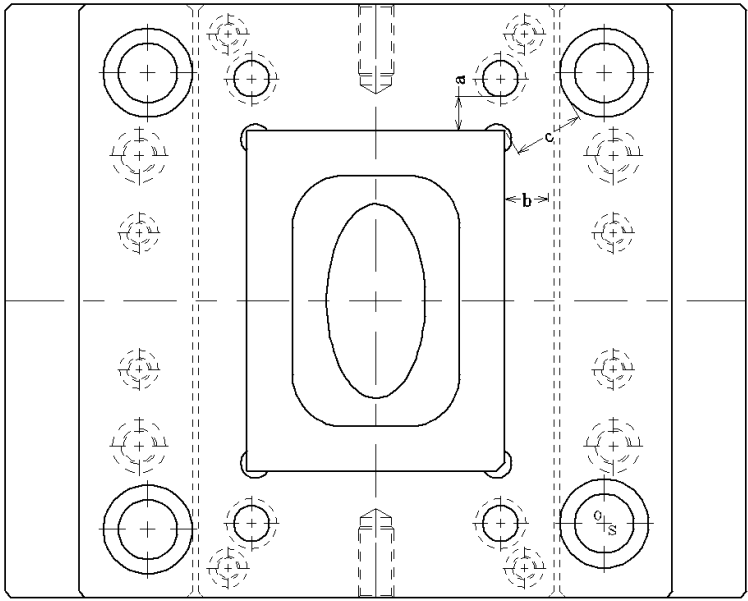

图 5-7 模架大小审核
- 2) 在宽度方向上，以顶针板边缘为基准，进退_____mm 范围均可以接受；（如图 5-7 中 b 尺寸，重叠为最理想）